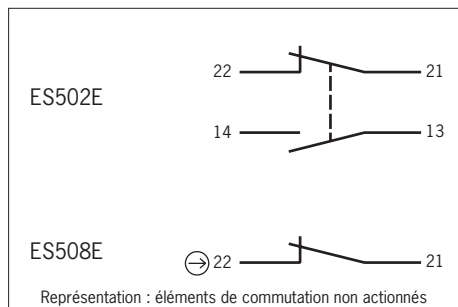

Figure 1 : Éléments de commutation et affectation des broches
- ▶ Pour l'affectation des contacts, voir figure 1